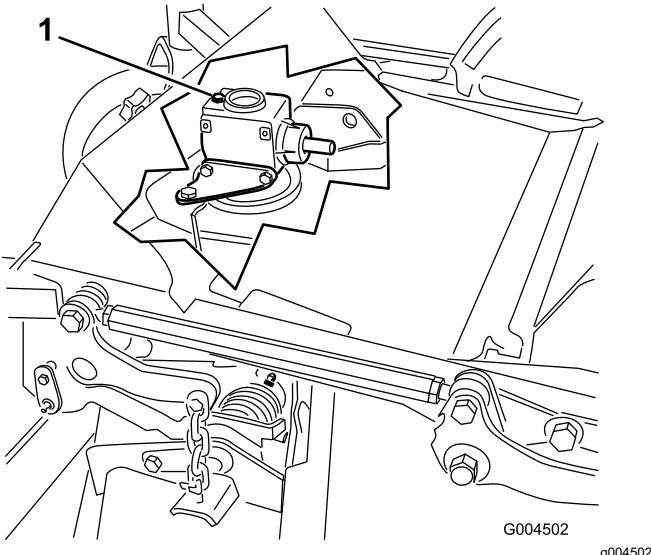

Figura 31
6. Retire la varilla/tapón de llenado de la parte superior de la caja de engranajes y asegúrese de que el lubricante está entre las marcas de la varilla (Figura 31).
6. Retire la varilla/tap  n de llenado de la parte superior de la caja de engranajes (**Figura 31**).